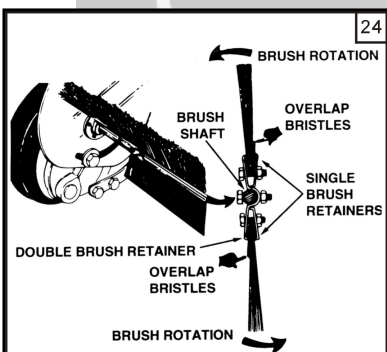

Abbildung 24:
2. (Abbildung 24) Schrauben lösen und Kontermuttern auf der Welle und entfernen Sie die Bürsten. Achten Sie auf, wie sie montiert sind und überlappen.
3. (Abbildung 24) Neue Bürsten montieren und sicherstellen, dass die Überlappung auf der gleichen Seite ist.